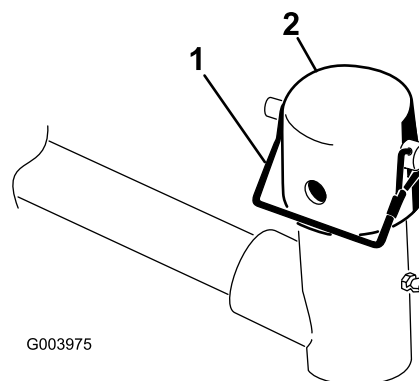

图 6
7. 从提升臂轴枢上拆下锁扣销和中心盖 (图 6)。
注意 如果需要可偏转的滚刀组可使用槽如果需要滚刀组锁定到位可使用孔 (图 6)。